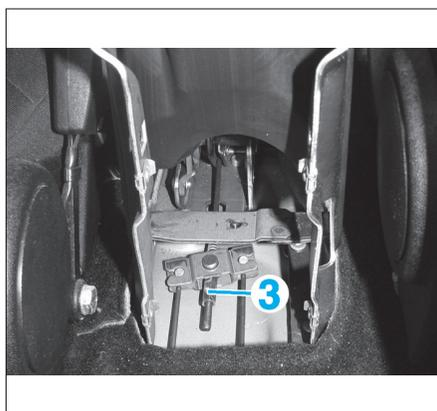

Fig. 19
- Repérer la position de l'écrou de réglage (3) (Fig. 19).
- Desserrer de 2 ou 3 tours l'écrou de réglage (3) afin de détendre complètement les câbles.